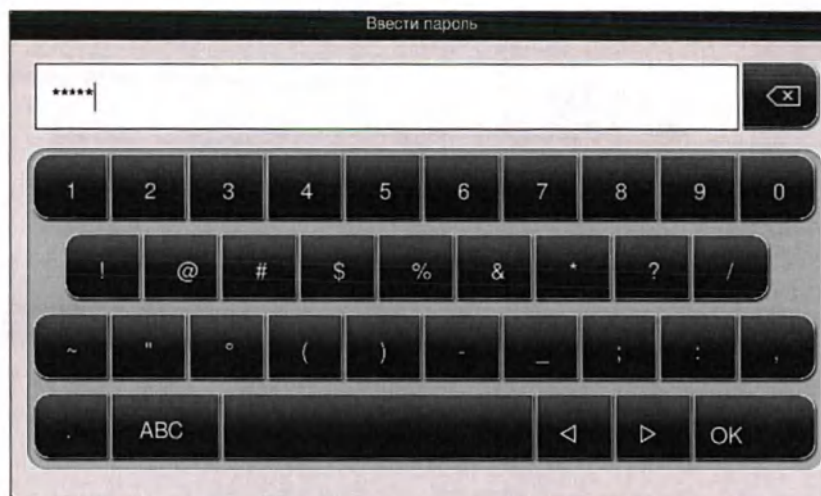

Рис. 21
- 7 Кнопка переключения специальных символов (→ "Рис. 21")
- Для ввода специального символа или умляута и т.п., отсутствующего на клавиатуре со специальными символами (→ "Рис. 21"), удерживайте нажатой соответствующую ему нормальную кнопку клавиатуры.